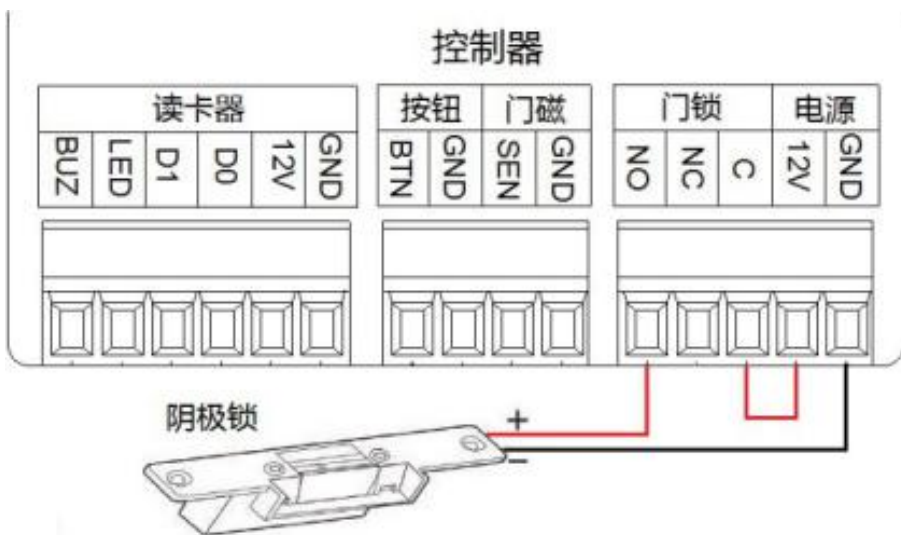

图 9：阴极锁接线示意图
3. 断电上锁的，如阴极锁，C 端接电源的正极，NO 端接锁的正极，如图 9 所示：